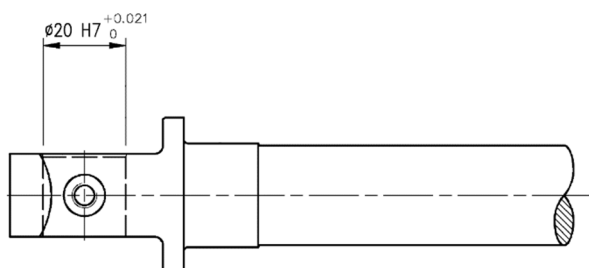

Figura 4a: Morsa LA48 – (a) dimensioni sede boccola nel guidamolla
- nel range $\varnothing 20 \text{ mm } +0.000 / +0.021$ per la morsa LA48 (figura 4a)